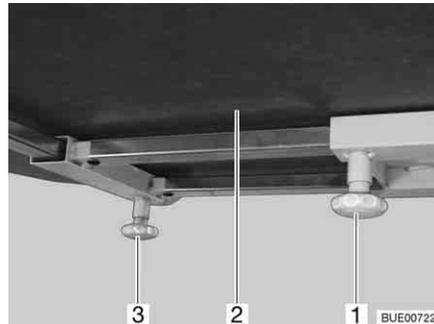

Fig. 100 Tavolo fisso
- Svitare la vite a testa cilindrica zigrinata (Fig. 100,1).
- Spingere il piano del tavolo (Fig. 100,2) nella posizione desiderata.
- Svitare la vite a testa cilindrica zigrinata (Fig. 100,3).